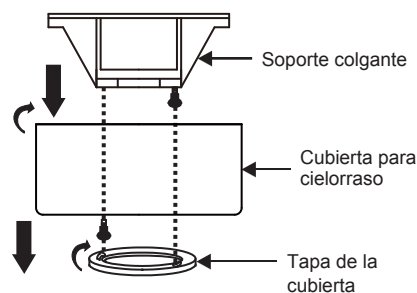

Fig. 5
Paso 1. Retire la tapa inferior de la cubierta decorativa haciéndola girar en sentido antihorario. (**Fig. 5**)
Paso 2. Retire el soporte de montaje para cielorraso de la cubierta quitando uno de los dos tornillos (que debe guardarse). Afloje media vuelta el otro tornillo. (**Fig. 5**)